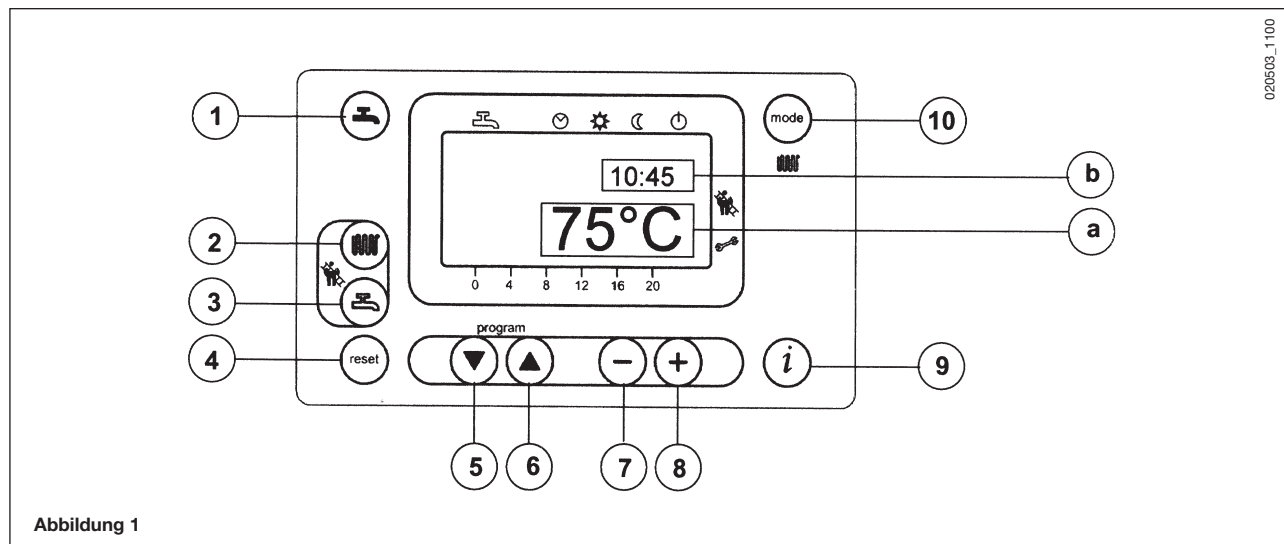

Abbildung 1
- Für die Einstellung der Heizwassertemperatur die Taste (🚿) (2- Abbildung 1) drücken;
- Eine der zwei Tasten (🚿) (mode) (1 oder 10 - Abbildung 1) drücken, um die Eingabe zu speichern und zum Hauptmenü zurückzukehren.
Anmerkung – Mit angeschlossenem Außentemperaturfühler kann mit der Taste (🚿) (2 – Abbildung 1) die Heizkurve verschoben werden. Die Tasten (-) (+) drücken, um die Raumtemperatur zu verringern bzw. zu erhöhen
- Für die Einstellung der max. Brauchwassertemperatur die Taste (🚿) (3- Abbildung 1) drücken;
Bei Auftreten einer Betriebsstörung erscheint am Display ein blinkender Fehlercode. Am Hauptdisplay (Abbildung 1 a) erscheinen die Störungsanzeigen zusammen mit dem Symbol  (Abbildung 4). Die Rücksetzung erfolgt mit der Resettaste  die mindestens zwei Sekunden lang gedrückt werden muss.
Am Zweitdisplay (Abbildung 1 b) blinken die Störungsanzeigen abwechselnd mit der Uhrzeit (Abbildung 4.1). Die Störungsmeldungen, die am Zweitdisplay erscheinen, können nicht rückgesetzt werden, da zuerst die Ursache für die Auslösung der Störung beseitigt werden muss.